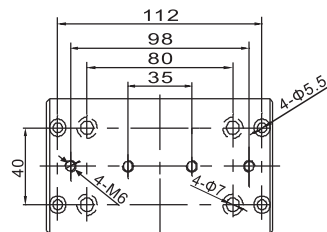
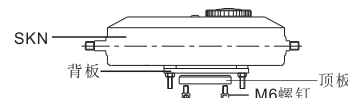

图1 顶板安装尺寸
图2 SKN安装示意图
- 1、指针式推拉力计安装(SKN系列): 先用M5扳手卸下机架上的顶板(附图1); 利用附件4枚M6螺钉, 穿过顶板背面沉孔将背板安装于顶板上, 再将顶板重新安装到机架上即可(附图2);